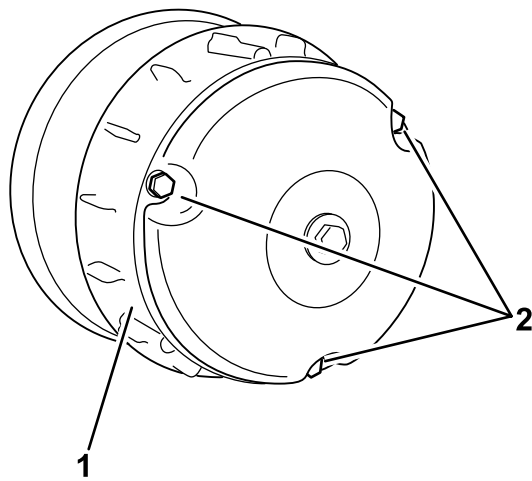

Bild 61
2. Entfernen Sie die drei Schrauben, mit denen die Abdeckung an der Kupplung befestigt ist, und nehmen Sie die Abdeckung ab (Bild 61).
4. Setzen Sie die Kupplungsabdeckung auf und befestigen Sie sie mit den drei in Schritt 2 entfernten Schrauben (Bild 61).